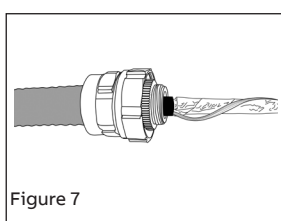

Figure 7
- Couper la gaine intérieure (à une longueur de 1/8"-3/8") pour exposer le blindage et les conducteurs (Figure 7).